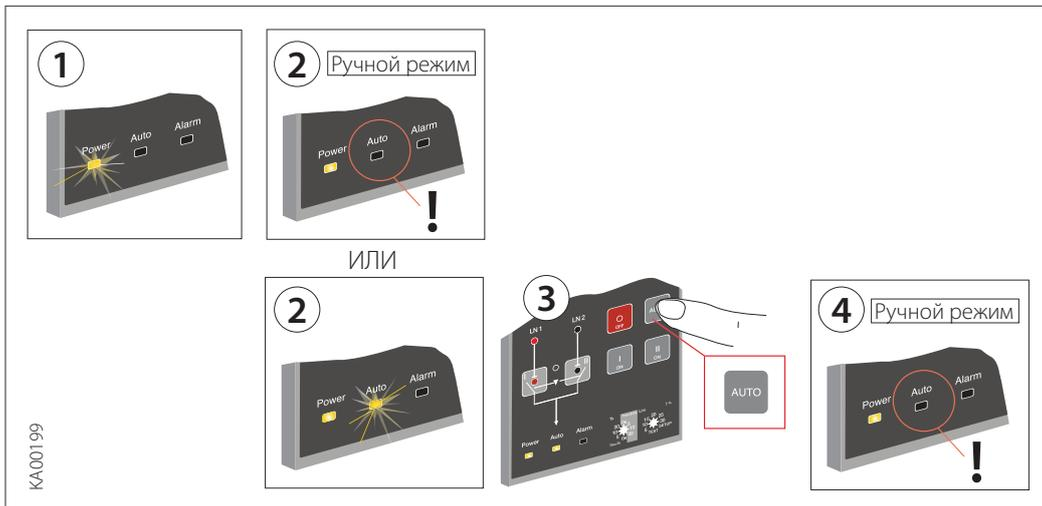

Рис. 7.3. Переключение блока автоматического управления OMD_ в ручной режим
- a. Убедитесь в том, что светодиод Power (Питание) светится, см. рис. 7.3/①.
- b. Если светодиод Auto не светится /②, блок автоматического управления работает в ручном режиме.
- c. Если светодиод Auto светится, один раз нажмите кнопку Auto /③. Светодиод Auto гаснет, и блок автоматического управления OMD_ переходит в ручной режим /④.